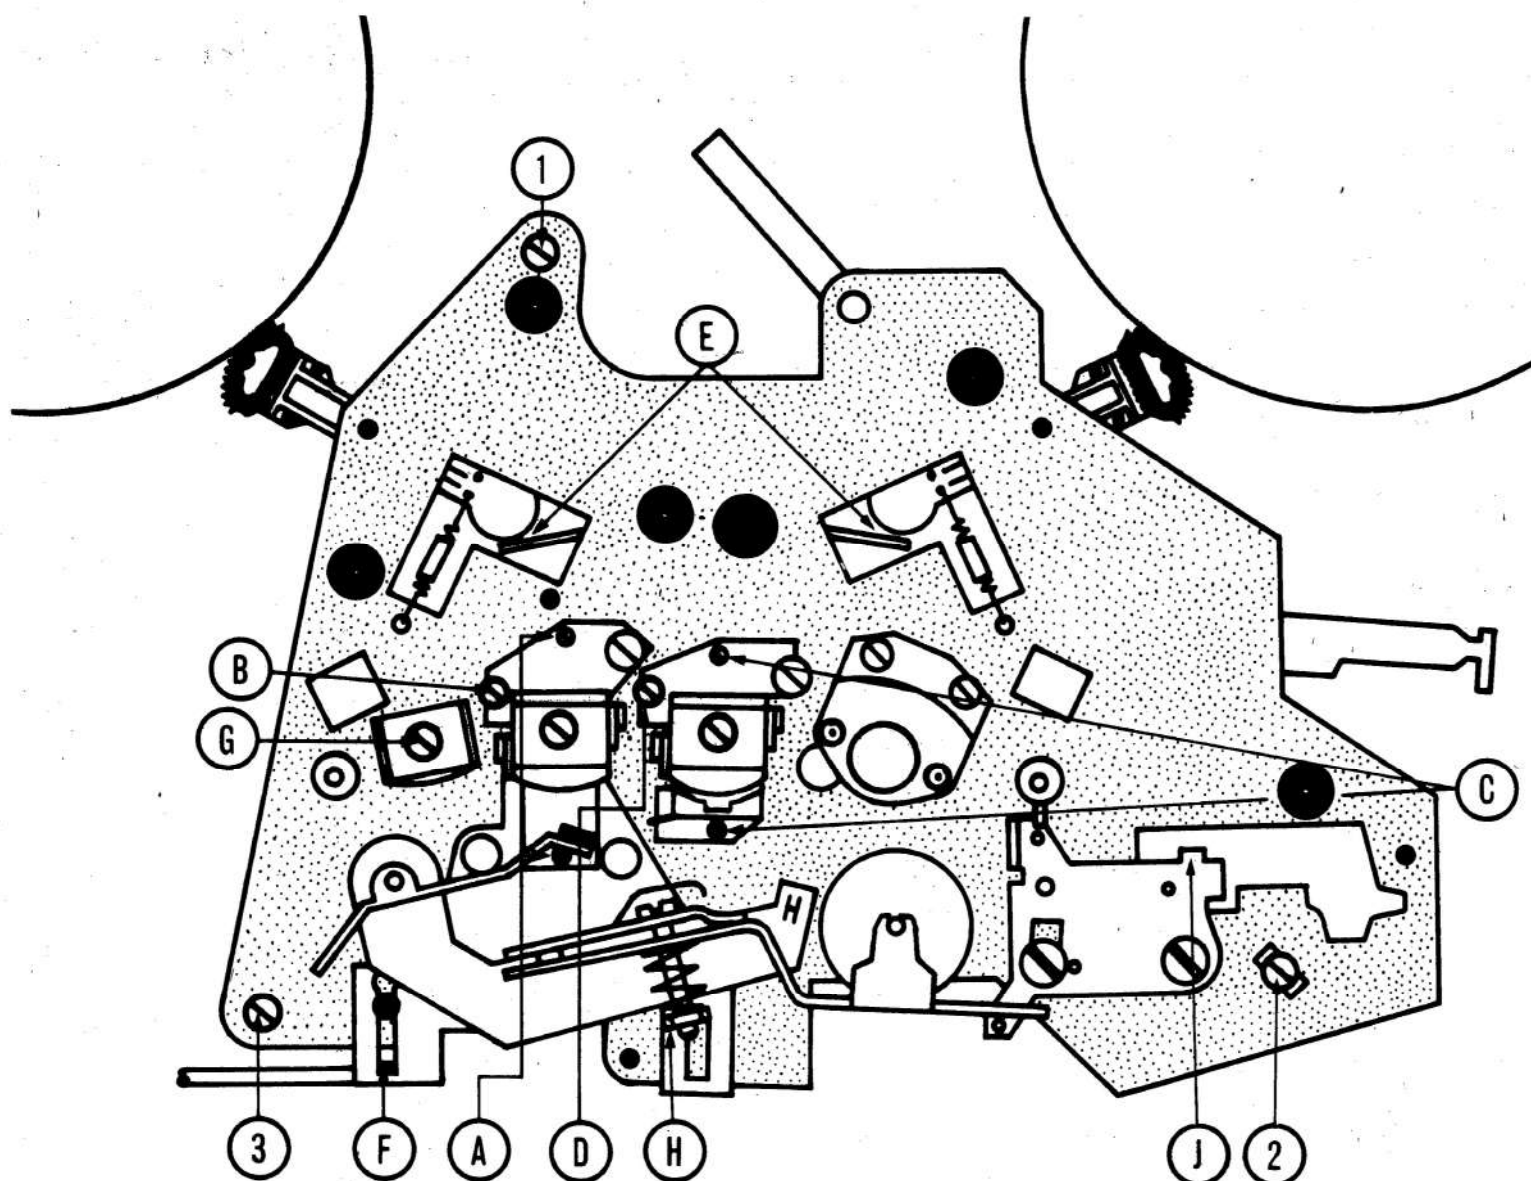

Abb. 4: Darstellung der Kopfträgerplatte
Die Stopbremsen müssen in Stellung „Stop“ einkeilen können. Um dies sicherzustellen, müssen die Betätigungslappen der Bremsenschieber so justiert werden, daß sich ein Abstand von  $\geq 1$  mm zu den Bremshebeln ergibt (Punkte E, Abb. 4). Bei gedrückter Lauf-taste soll der Abstand Bremsgummi — Bremsteller ebenfalls  $\geq 1$  mm sein. Beim langsamen Drücken der Lauf-taste müssen die Bremsen abheben, bevor die GA-Rolle das Band transportiert.
Das Justieren der Bremse erfolgt mittels der Ausgleichsschlaufe in der zugeordneten Zugstange, der Abhebezeitpunkt des Friktionsrades wird durch Biegen des Lappens J am Schnellstophebel eingestellt (siehe Abb. 4).
Die drei Befestigungsschrauben ① ② ③ (Abb. 4) der Kopfträgerplatte herausschrauben, Zugstange und -feder am Reibradwinkel aushängen, Kopfträgerplatte nach oben von der Tonwelle abziehen.
und der Hebel des Drucktastensatzes vor dem Schieber (F) der Platte liegt. Schrauben in der Reihenfolge ① ② ③ wie in Abb. 4 angegeben, festschrauben. Falls der Staubschutzring verrutscht sein sollte, ihn nur so weit verschieben, daß zum Prismenlager in der Kopfträgerplatte noch ein Abstand von etwa 0,5 mm verbleibt, und der Staubschutzring die Oberkante der Gummirolle nicht berührt. Ein Schleifen des Staubschutzringes am Lager oder an der Gummirolle würde Tonhöschwankungen und Laufgeräusche verursachen.